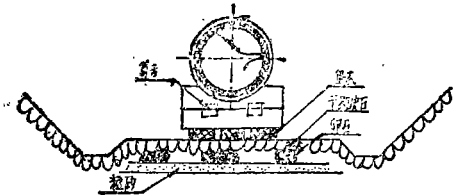

图6
4. 为了便于安装, 检修、观察水管, 应当在水管底部和地面之间预留一定间隙, 大小不得小于30厘米(图6)。